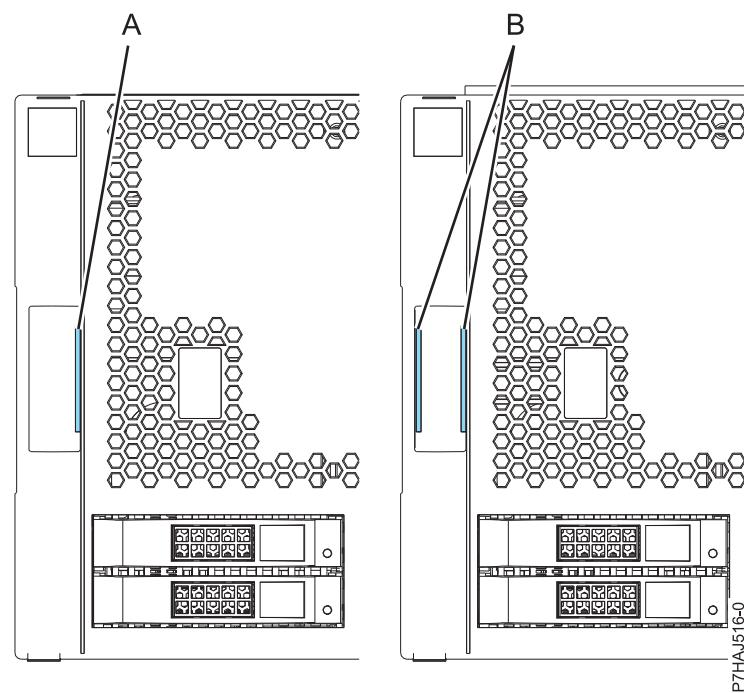

図 5. 古いカバーと新しいカバーの識別
注: 2011 年 3 月 1 日より前に出荷された古いカバーは、カバー・アセンブリー・ラッチ上の 1 本の青色ストライプ (A) で識別できます。 2011 年 3 月 1 日以降に出荷された新しいカバーには、カバー・アセンブリー・ラッチ上に 2 本の青色ストライプ (B) が付いています。 図 5 を参照してください。